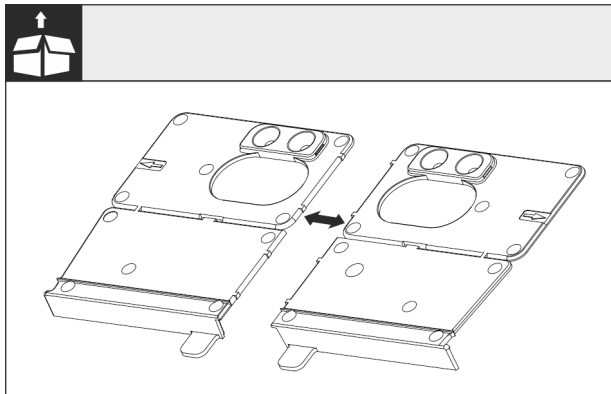

Fig. 27
- Kutt monteringsvinkelen til bunnen Fig. 27 () langs perforeringen.